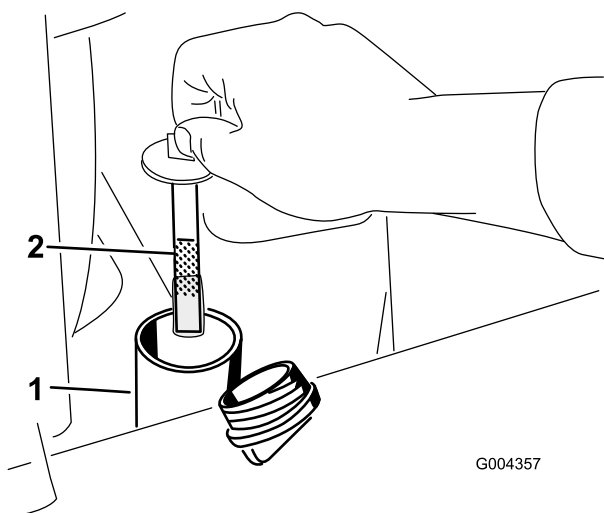

Рисунок 61
5. Снимите крышку гидравлического бака и извлеките масломерный щуп (Рисунок 61).